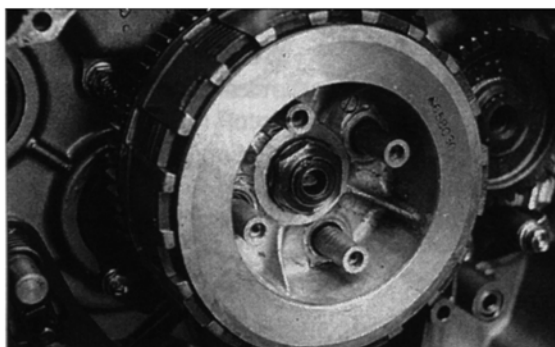

Bild 71
- **TIP** Weitere Demontagemethode: Nach Entnahme der Kupplungsdruckplatte, Federn wieder einsetzen und Druckplatte gegen entsprechend breite und dicke Unterlagscheiben anziehen. Putzlappenblockierung im Primärtrieb installieren und Zentralmutter lösen (Bild 71).
penblockierung im Primärtrieb installieren und Zentralmutter (Neuteil verwenden) anziehen (128 Nm; Bild 71).